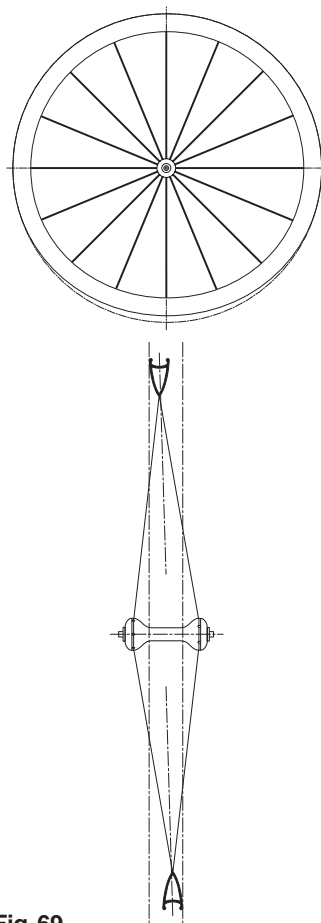

Fig. 69
• Il centraggio della ruota consiste nel controllo e nella correzione del suo sbandamento assiale (centratura) e radiale (salto) (Fig. 69).
• Centering the wheel involves checking and correcting axial (centering) and radial (roundness) offsets (Fig. 69).
• Beim Zentrieren des Laufrades werden das seitliche Weggehen (Zentrierung) und der Rundschlag (Höhenschlag) überprüft und korrigiert (Abb. 69).
• Le centrage de la roue consiste à contrôler et à corriger son débattement axial (centrage) et son débattement radial (saut) (Fig. 69).
• Centrar las ruedas significa comprobar y corregir el desalineamiento axial (centrado) y radial (salto) (Fig. 69).
• Draai het wiel rond en controleer tegelijkertijd de zijdelingse en verticale uitslag (fig. 69)